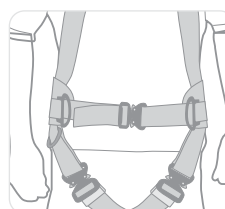

Figura 15
- Dacă este inclusă (numai în cazul hamului RH3), cuplați catarama curelei de talie în față și reglați cureaua, trăgând-o prin cataramă pentru a obține o potrivire fermă (figura 15). Este esențial să verificați în mod regulat elementele de fixare și/sau ajustare în timpul utilizării. Centură pentru talie este aprobată pentru un utilizator, inclusiv unelte și echipamentul, cu o greutate de până la 150 kg.